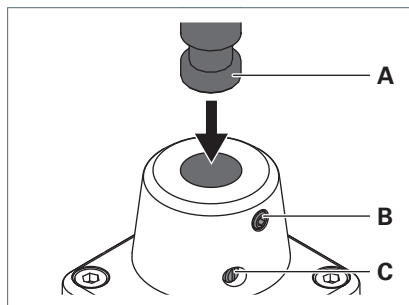

Fig. 3: Montare l'apparecchio d'illuminazione sull'elemento di fissaggio.
- ▶ Rimuovere la vite **C** dall'elemento di fissaggio, vedi Fig. 3.
- ▶ Stringere il perno filettato **B** nell'elemento di fissaggio fino a quando non viene raggiunta la frizione desiderata, vedi Fig. 3.